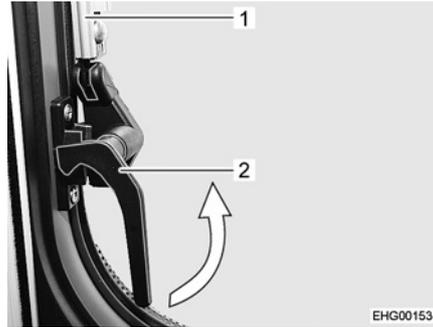

Fig. 23 Palanca de bloqueo de al lado (posición "cerrada")
- Girar la palanca de bloqueo de al lado (Fig. 23,2) un cuarto de vuelta hacia el centro de la ventana..
- Abrir la ventana abatible hasta la posición de enclavamiento deseada. El soporte automático (Fig. 23,1) engatilla automáticamente.